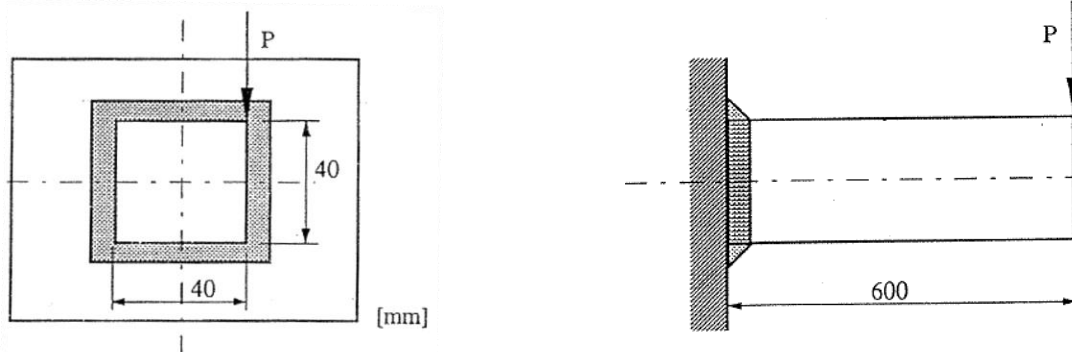

Figura 1.6
1.2.5 A Figura 1.6 representa uma barra quadrada soldada a uma placa vertical. O material é um aço de construção com $\sigma_c=320$ MPa. O cordão contínuo tem uma espessura de 6 mm. Determine segundo o Eurocódigo 3 o valor máximo da carga estática P que pode ser aplicada.